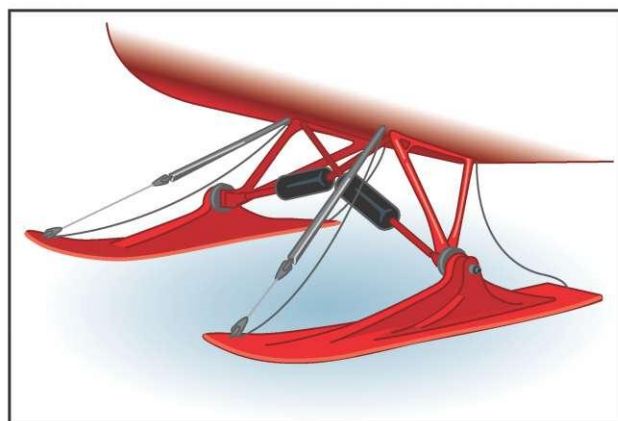

Рисунок 7-2. Лыжи вместо колес.
- **Вместо колес** — Колеса снимаются, на их место устанавливаются лыжи. (Рисунок 7-2)